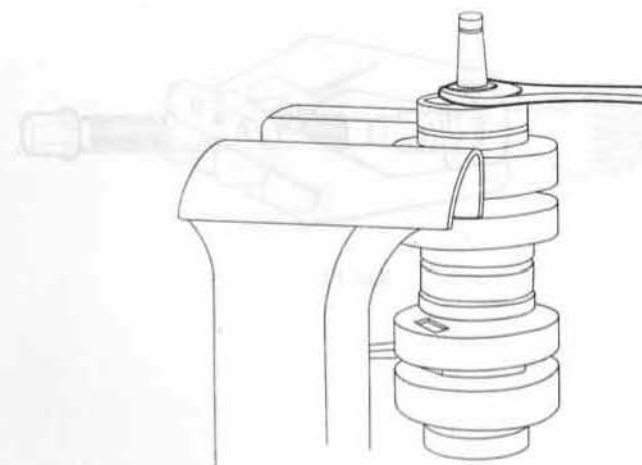

FIG. 1
- Placer le vilebrequin (côté écrou de roulement) dans un étau muni de mordaches et maintenir celui-ci en serrant sur la masse extérieure pour dévisser l'écrou (clé de 22 mm, fig. 1).